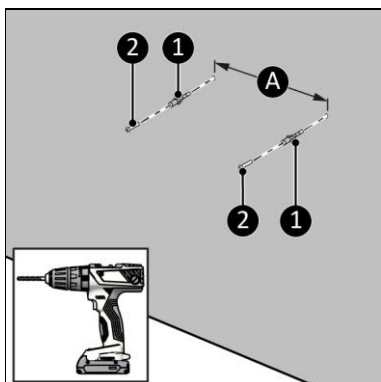

Figure 9
5. Percez deux trous de 8 mm à 240 cm l'un de l'autre à l'horizontale à l'endroit voulu (figure 9, pos. A).
6. Insérez les chevilles dans les trous (figure 9, pos. 1).
7. Serrez fermement les vis (figure 9, pos. 2) dans les chevilles à l'aide d'un tournevis Phillips.